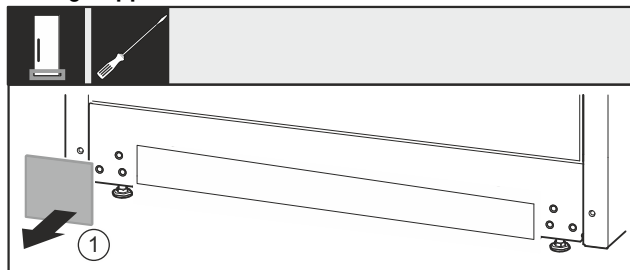

Fig. 37
- Rimuovere la copertura Fig. 37 (1).